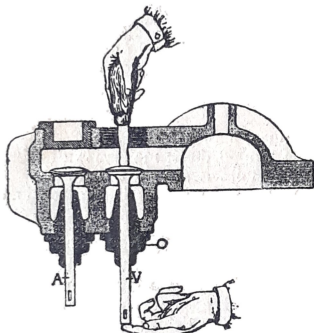

Fig. 203
2. *Smerigliatura delle valvole.* — La valvola di scarico specialmente con l'uso si irrugginisce e non tiene la pressione. Occorre quindi smerigliarla mediante una pasta formata di smeriglio e spoltiglio finissimo ed olio oppure petrolio. Si smonta la valvola e dopo averla tolta e ripulita si spalma la sede con la pasta; si colloca ancora la valvola sulla sede e la si fa girare alternativamente nei due sensi, infilando un cacciavite nell'apposita scanalatura che trovasi in testa alla valvola. Si continua a girare la valvola a destra ed a sinistra (fig. 203) finché le superfici in contatto siano perfettamente lucide ed uniformi. Si spinge col dito di sotto lo stelo, si